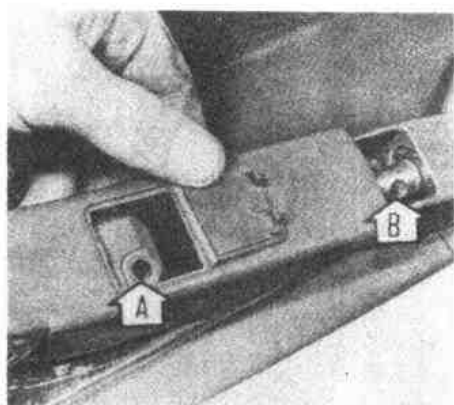

图 5-1-1
- (2) 把雨刮臂安装到驱动机构上，并按图 5-1-1 所示，按下雨刮臂直到雨刮臂螺栓孔 A 与槽 B 在一条直线上为止；
- (3) 装上固定螺栓并拧紧，然后关闭口盖。